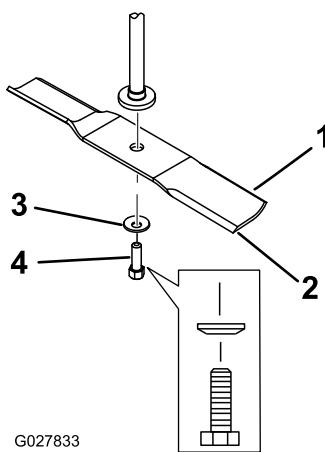

Figura 56
2. Retire del eje el perno de la cuchilla, la arandela curva y la cuchilla (Figura 56).
- Instale la cuchilla en el eje (Figura 56).
- Instale la arandela curva (con la copa hacia la cuchilla) y el perno de la cuchilla (Figura 56).